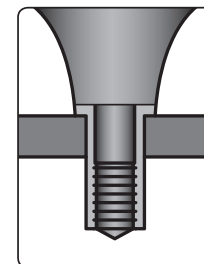

Fig. 5
5) Introduzca la tuerca de remache en el agujero de instalación (Fig. 5).